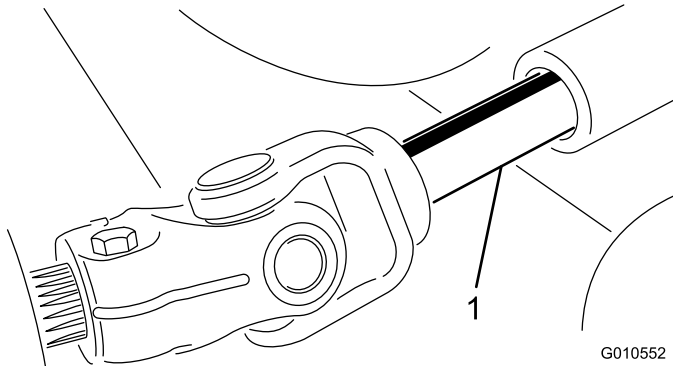

図 17
4. エンジンを停止させ、カッティングユニットをトラクションユニットから外し、PTO シャフトのオスメスの接続部分を解除する (図 17)。